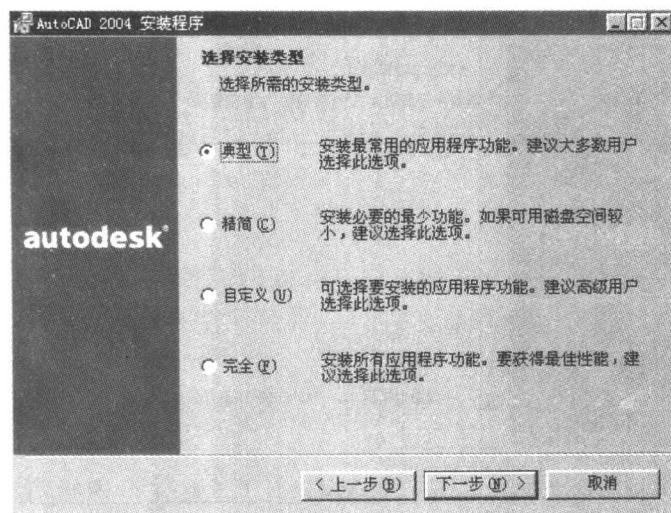

图 1.9 “安装类型”窗口
- (7) 打开如图 1.9 所示的“选择安装类型”窗口。该窗口中有“典型”、“精简”、“自定义”和“完全”4 个选项，选择不同的选项在计算机上安装的 AutoCAD 2004 的内容是不完全相同的，一般选择“典型”安装即可。